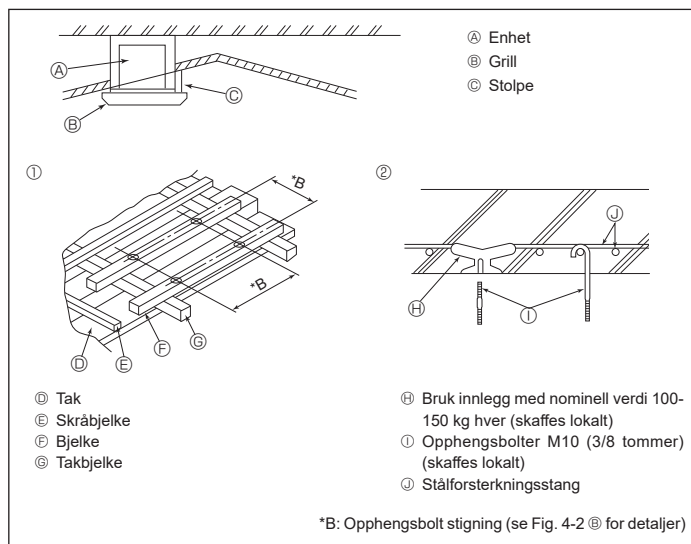

Fig. 4-4
4.4. Opphengsstruktur (bygg en sterk struktur på opphengsstedet) (Fig. 4-4)